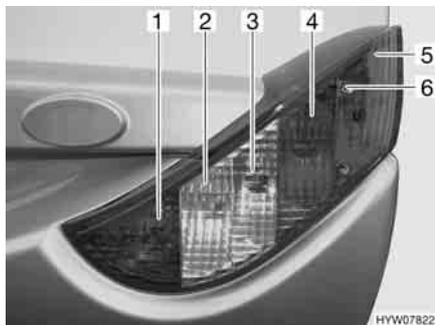

Fig. 184 Luci posteriori (lato anteriore)
- Svitare le tre viti ad esagono cavo (Fig. 184,6).